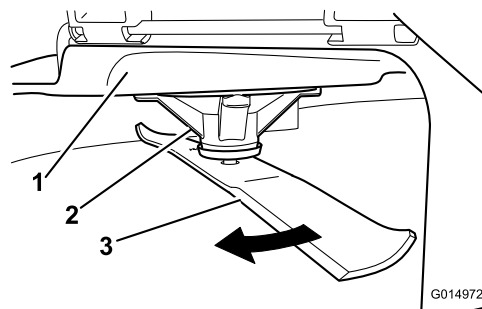

Figura 103
2. Llevando guantes fuertemente acolchados u otro tipo de protección apropiada para las manos, gire lentamente la cuchilla hasta una posición que permita medir la distancia entre el filo de corte y la superficie nivelada en la que descansa la máquina (Figura 103).